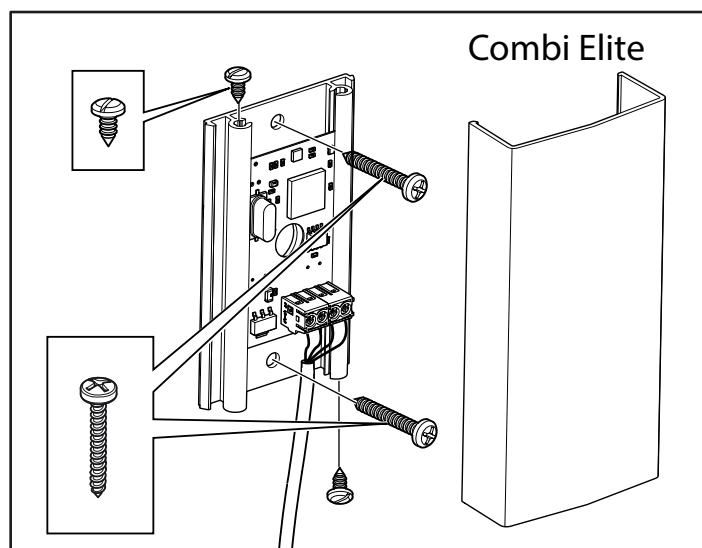
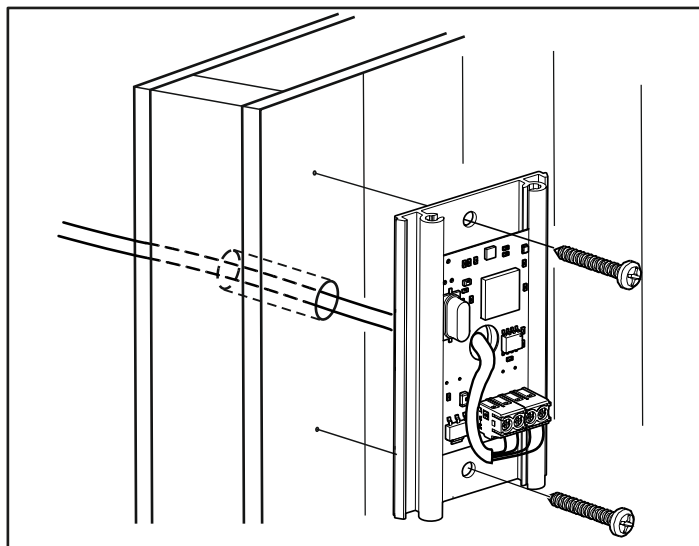

Fig 16: Montering av sensorn, Kabeln
Fig 17 : Ledningsdragnings genom vägg.
14. Montera sensorn på väggen se Fig 16. Termistorledningen kan även dras igenom väggen. Tät eventuella hål i väggen bakom sensorn, se Fig 17. Termistorledningen kan förlängas utanför bastun med svagströmsledning (4-ledare).